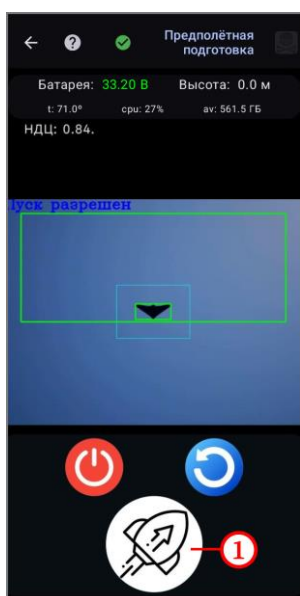

Рисунок 46
- нажать на кнопку перехвата цели  (рисунок 46, шаг 1);